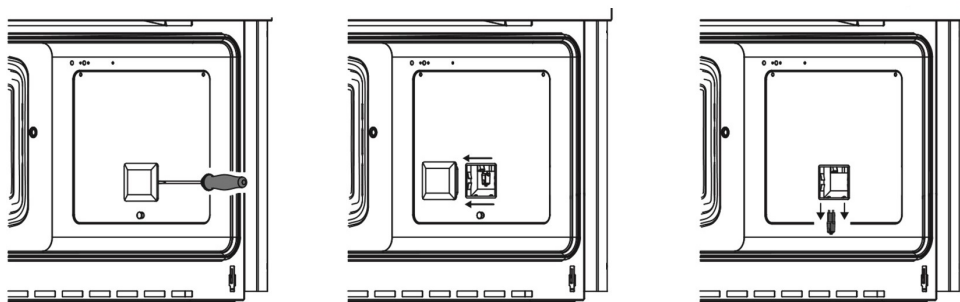

Fig. 14
- Prenez un tournevis et faites levier sous le couvercle en verre de la lampe (figure 14).